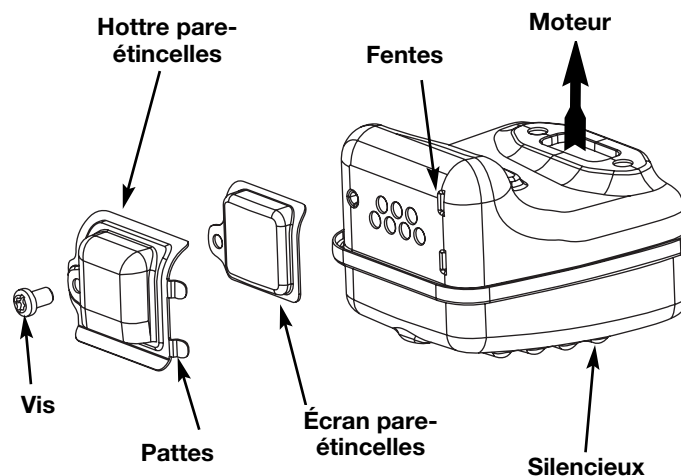

Fig. 28
2. Situez le pot d'échappement sans le retirer. Trouvez le vis sur la partie inférieure du pot d'échappement (Fig. 28.) Retirez le vis en vous servant soit d'un tournevis torx #20 ou d'un tournevis plat.